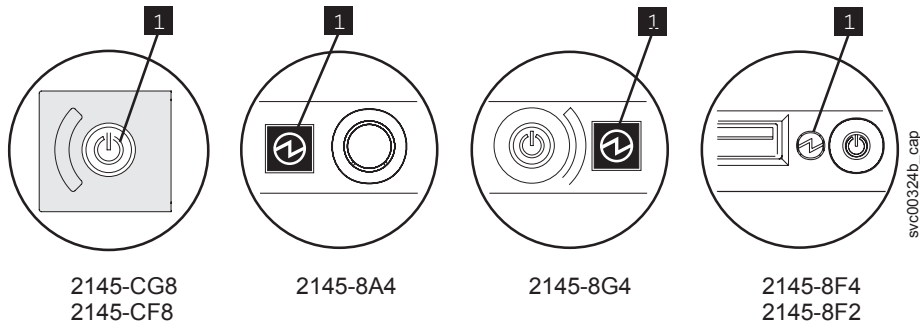

図 88. SAN ボリューム・コントローラー モデル 2145-CG8、2145-CF8、2145-8A4、2145-8G4、および 2145-8F4 または 2145-8F2 オペレーター情報パネル の電源 LED
1. SAN ボリューム・コントローラー モデル 2145-CG8、2145-CF8、2145-8A4、2145-8G4、および 2145-8F4 または 2145-8F2の電源 LED (117 ページの図 88 の **1**) を確認します。